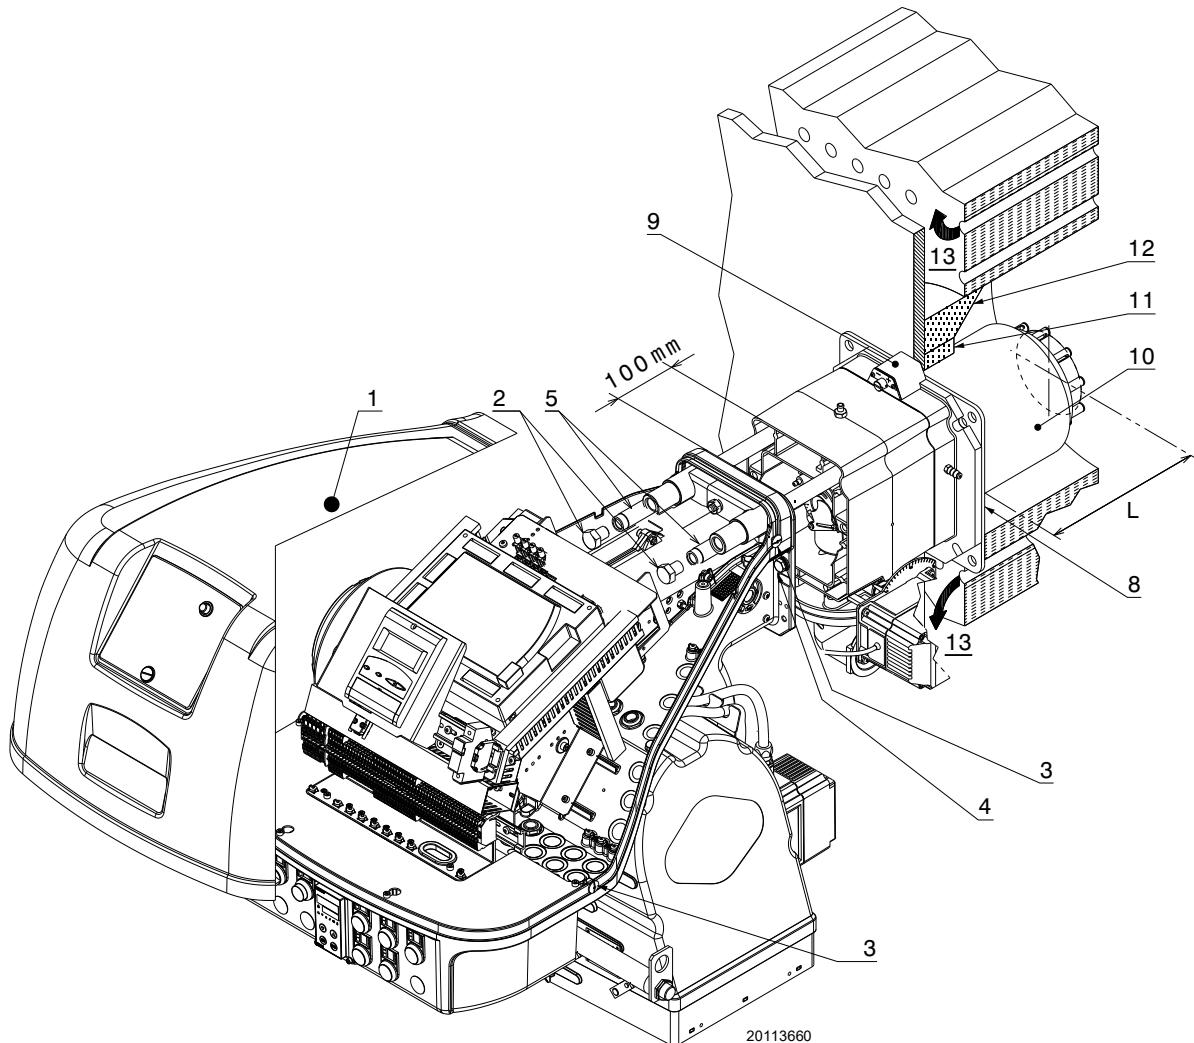

Abb. 16
Für Heizkessel mit vorderem Abgaszugsystem 13)(Abb. 16) oder mit Flammenumkehrkammer muss eine Schutzschicht aus feuerfestem Material 11) zwischen feuerfestem Material des Kessels 12) und Flammrohr 10) vorgesehen werden.
Um den Flammkopf gemäß Abb. 16 vom Rest des Brenners zu trennen, wie folgt vorgehen:
- den Brenner wieder auf den Führungen 3) in einem Abstand von ca. 100 mm zur Muffe 4) montieren. Der Brenner befindet sich in der in Abb. 16 dargestellten Position;